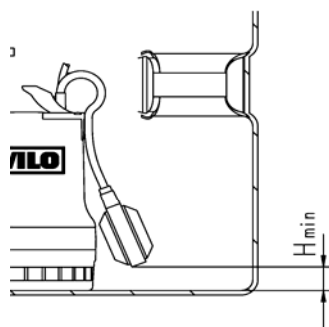

**Рис. 10 Отделение штекера**
- Проверить установочный размер поплавкового переключателя  $H_{\text{мин}}$  (Рис. 10)